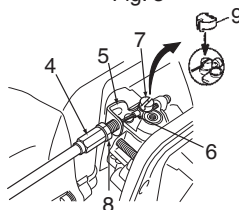

Fig. 5
Connectez l'extrémité du fil métallique du papillon des gaz (6) au carburateur (7) et installez le chapeau tournant (9). (Fig. 5)